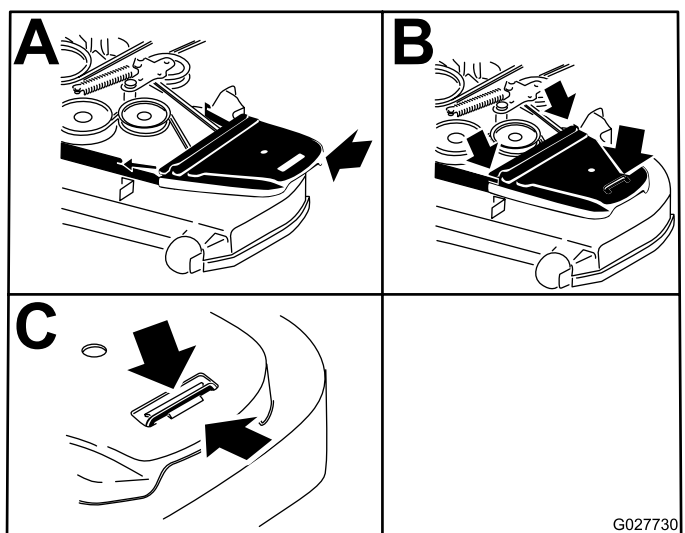

Figura 59
15. Montate i copricinghia (Figura 59).